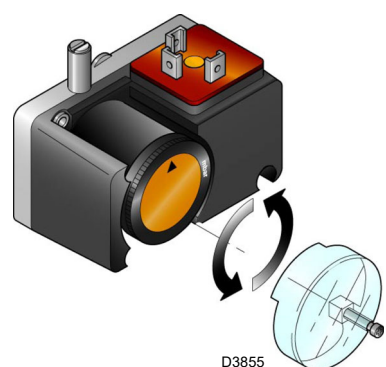

Fig. 29
- Régler le pressostat gaz seuil minimum (Fig. 29 à la page 27) en début d'échelle.
Effectuer le réglage du pressostat gaz seuil minimum (Fig. 29) après avoir réglé le brûleur, les vannes de gaz et le stabilisateur de rampe.